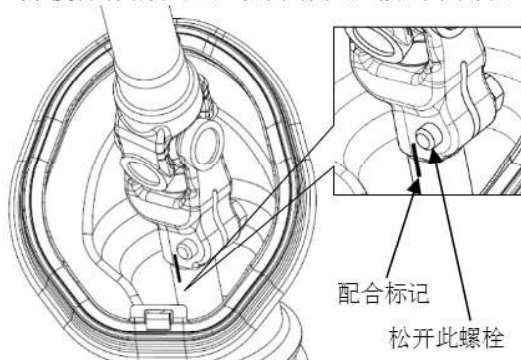

图 4-21
(1) 在中间轴下端与转向器输入轴配合处做好配合标记，如图 4-21 所示。
(2) 此时可以套上转向盘转动，使螺栓处于